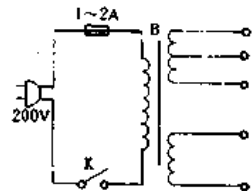

图 22-1
(4)通电测试。经上述检查后,电源变压器可通电作进一步测试,以判断电源变压器匝间有无击穿短路,输出电压是否正常,通电时,可串接一只保险丝。电源变压器初级线圈接 220V,次级绕组让其空着,如图 22-1 所示。